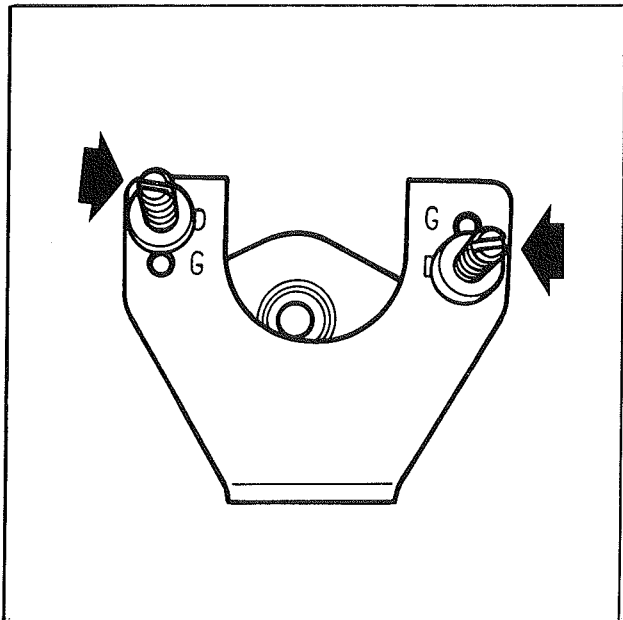

Fig. 6
- Suivant le côté du bras de suspension (D ou G) vérifier la position des axes sur l'outil 20905 W (Fig. 6)